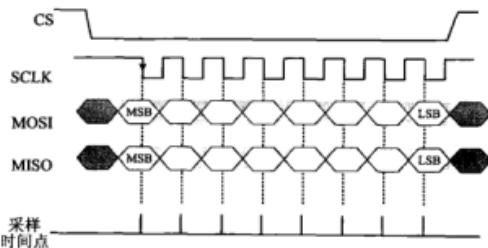

图 5.14.4 CPOL=1,CPHA=0
b) CPOL=1,CPHA=0 的情况如图 5.14.4 所示。
如图 5.14.4 所示,初始时刻 SPI 接口处于空闲状态,SLCK 线保持在高电平状态。当 CS 跳变至低电平之后,开始数据传输。可以看到,数据在 SLCK 线的一个脉冲周期中的第 1 个边沿(此处是负跳变)得到传输。总结起来就是,当 CPOL=1 且 CPHA=0 时,SLCK 呈现负脉冲周期形式,数据在下降沿得到存取,在上升沿准备就绪。